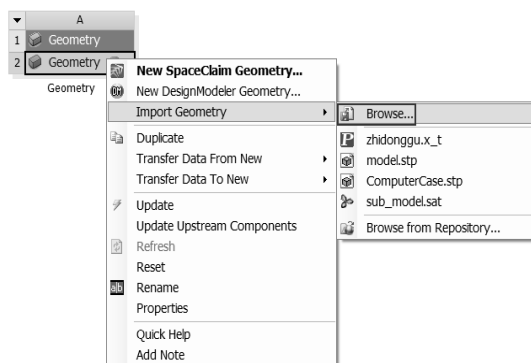

图 7-24 快捷菜单
Step2：选择 Toolbox Component Systems Geometry 命令，此时会在工程管理窗口中出现项目 A (Geometry) 流程表，如图 7-24 所示，右击 A2 (Geometry) 选项，在弹出的快捷菜单中选择 Import Geometry Browse 命令。